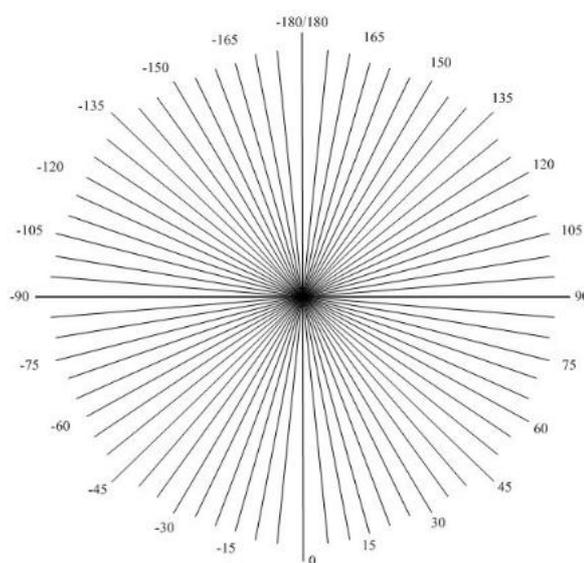

图 2.摆杆位置示意图
4. 摆杆自然下垂状态是指摆角为 0° 位置，见图 2。
6. 基本要求 (1)、(2) 中，超过 30s 视为失败；发挥部分 (1) 超过 90s 视为失败；发挥部分 (3) 超过 3 分钟即视为失败；以上各项，完成时间越短越好。
8. 测试时，将在摆杆后 1~2cm 处固定一如图 2 所示轻质量角器，以方便观察摆杆的旋转角度。